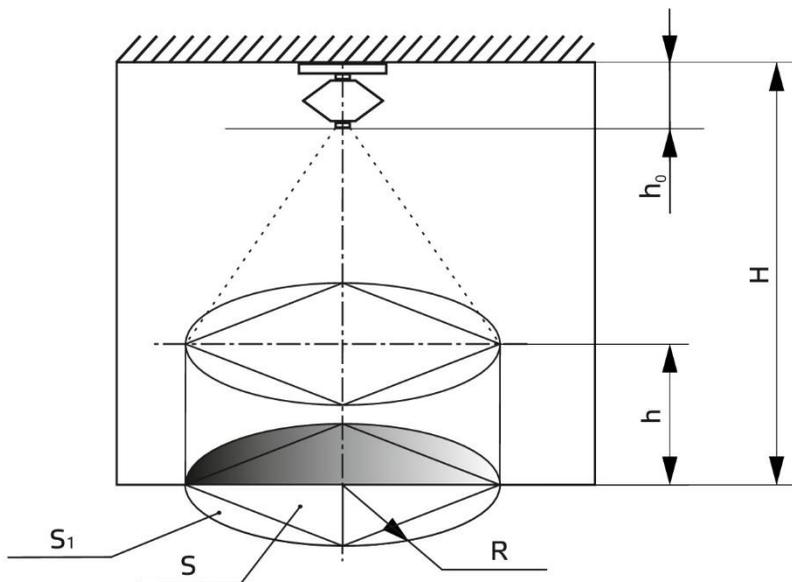

Рис. 1 – Размещение МПП «Гарант-12КД» при тушении очагов пожара класса «А» и «В» на защищаемой площади и в объеме.
1. Защищаемая площадь имеет форму круга, с размещением выпускного узла модуля над его центром (рис. 1).
6.4. Поднять модуль к месту установки и зацепить крюк узла крепления за левую ось крепёжной площадки (поз. 4а, рис. 1).